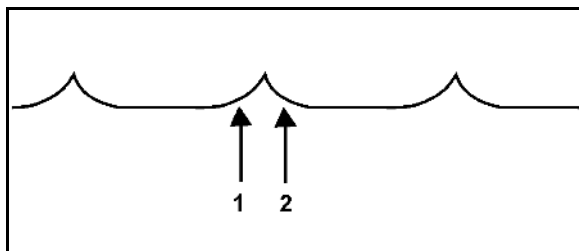

Рис. 48
- Рабочая глубина регулируется гидравлически с помощью шкалы. (Рис. 48/1).